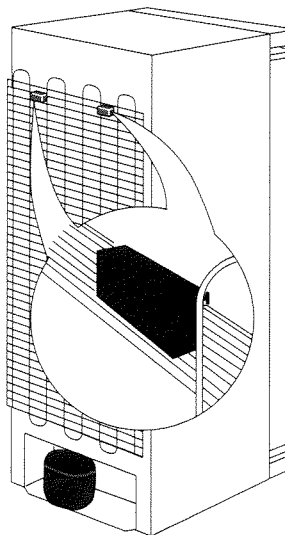

fig. 1
- Deux butées sont fournies emballées dans le sachet "accessoires", fixez les sur le condenseur (grille arrière) pour éviter que celui-ci ne touche le mur (fig. 1).
- 1- Appuyez à l'endroit indiqué (fig.1) pour décliper le capot de poignée ; n'utilisez pas d'outils qui pourraient rayer la porte.